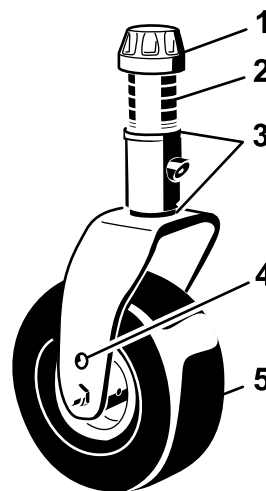
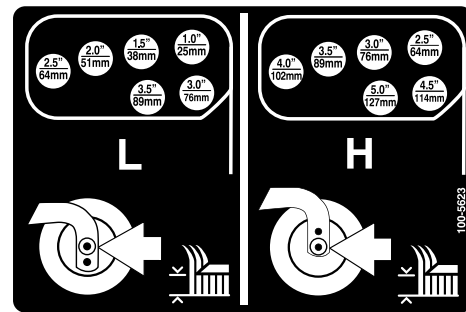
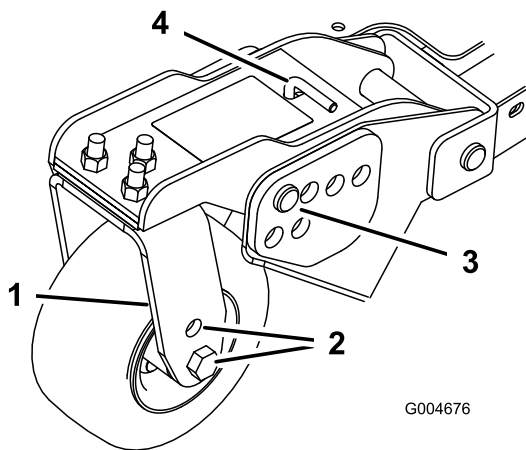

Figura 21
Figura 24
Figura 23
- Posizionate gli assali delle ruote orientabili negli stessi fori di tutte le forcelle (Figura 21 e Figura 23).
- Togliete il cappuccio di tensione dall'asse del perno ed estraete il perno dal braccio della ruota orientabile (Figura 21).
- Togliete la coppiglia ed i perni con testa dai bracci di rotazione delle ruote orientabili (Figura 23).
- Girate il tenditore per alzare o abbassare il braccio di rotazione finché i fori non sono allineati con i fori della staffa dell'altezza di taglio selezionati, nel telaio del piatto di taglio (Figura 23 e Figura 24).